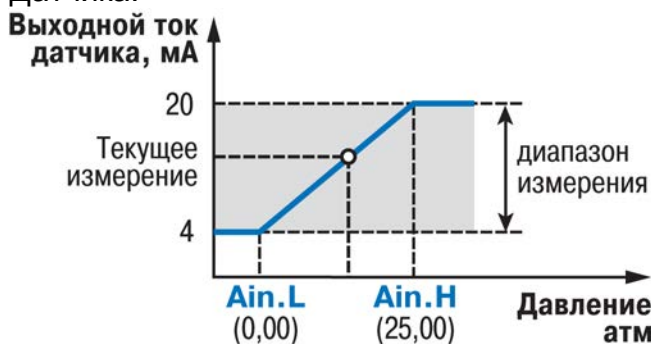

Рисунок 3.5 – Пример задания диапазона измерения активного датчика
- Пример. При использовании датчика с выходным током 4...20 мА, контролирующего давление в диапазоне 0...25 атм., в параметре Ain.L задается значение 00,00, а в параметре Ain.H – значение 25,00 (см. рисунок 3.5). После этого обработка и отображение показаний будет производиться в атмосферах.